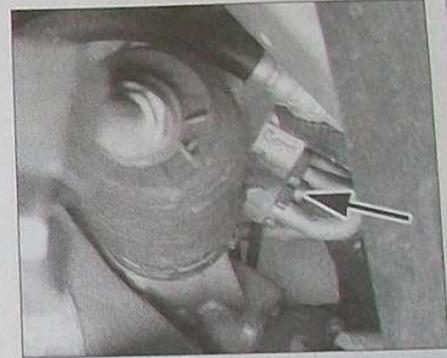

FIG. 9
- Déposer la vis de fixation des canalisations sur la valve distributrice du boîtier (Fig.9).